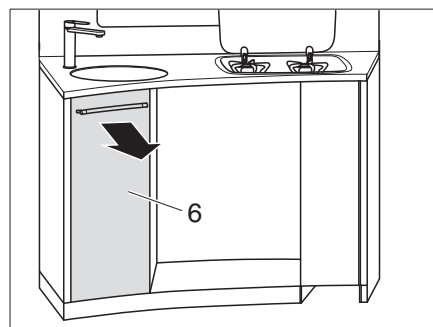

Bild 115 Hohe Küchenschublade herausnehmen
- Hohe Küchenschublade (Bild 115,6) herausnehmen.